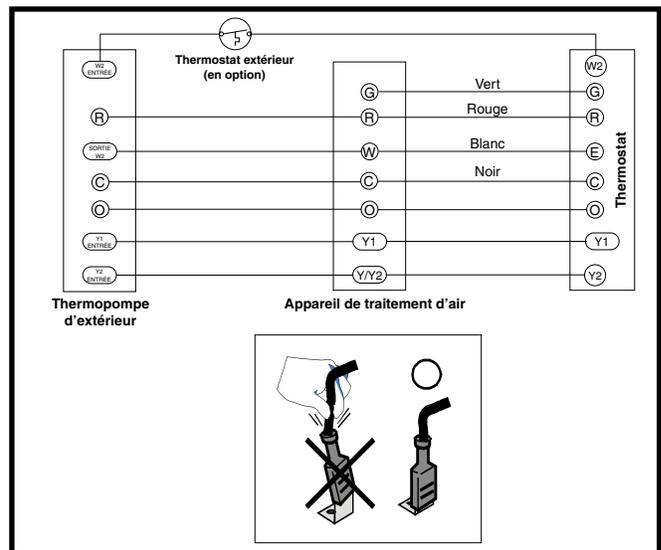

Figure 2. Thermopompe bi-étages typique avec thermostat extérieur en option et appareil de traitement d'air à vitesse variable
- Les branchements du thermostat doivent être effectués conformément aux directives qui accompagnent le thermostat et l'appareil intérieur. Une installation résidentielle typique avec thermostat de thermopompe et appareil de traitement d'air est montrée à l'an Figure 2.